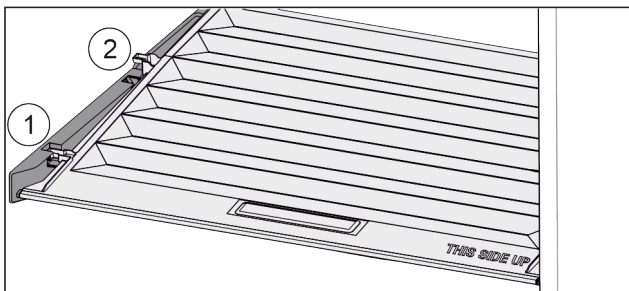

Fig. 137
- ▶ Træk dækslet fremad til åbning i holdedelene Fig. 137 (1).
- ▶ Løft nedefra og bevæg det opad og ud Fig. 137 (2).